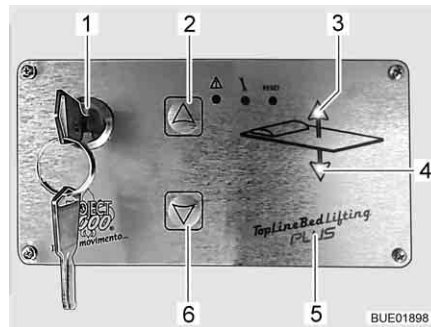

Bild 105 Bedienteil
Mit den Tasten (Bild 105,2 und 6) auf dem Bedienteil (Bild 105,5) wird das Hubbett abgesenkt oder angehoben. Mit dem Schlüsselschalter (Bild 105,1) wird das Bedienteil gegen unbefugte Benutzung gesichert.
- Schlüssel im Schlüsselschalter (Bild 105,1) um 90° im Uhrzeigersinn drehen. Das Bedienteil (Bild 105,5) ist aktiviert. Beide Kontroll-Leuchten (Bild 105,3 und 4) leuchten grün.
- Pfeiltaste (Bild 105,6) drücken und gedrückt halten, bis das Bett die nächste untere programmierte Stellung erreicht. Während der Bewegung des Bettes leuchtet die grüne Kontroll-Leuchte (Bild 105,4).
- Bei Bedarf Pfeiltaste (Bild 105,6) erneut drücken, um die nächste Stellung zu erreichen.
- Pfeiltaste (Bild 105,2) drücken und gedrückt halten, bis das Bett die nächste obere programmierte Stellung erreicht. Während der Bewegung des Bettes leuchtet die grüne Kontroll-Leuchte (Bild 105,3).
- Bei Bedarf Pfeiltaste (Bild 105,2) erneut drücken, um die nächste Stellung zu erreichen.
- ▷ Um unbeabsichtigte Fehlbedienung zu verhindern, kann der Schlüssel im Schlüsselschalter (Bild 105,1) abgezogen werden. Dazu muss der Schlüssel entgegen dem Uhrzeigersinn zurückgedreht werden.